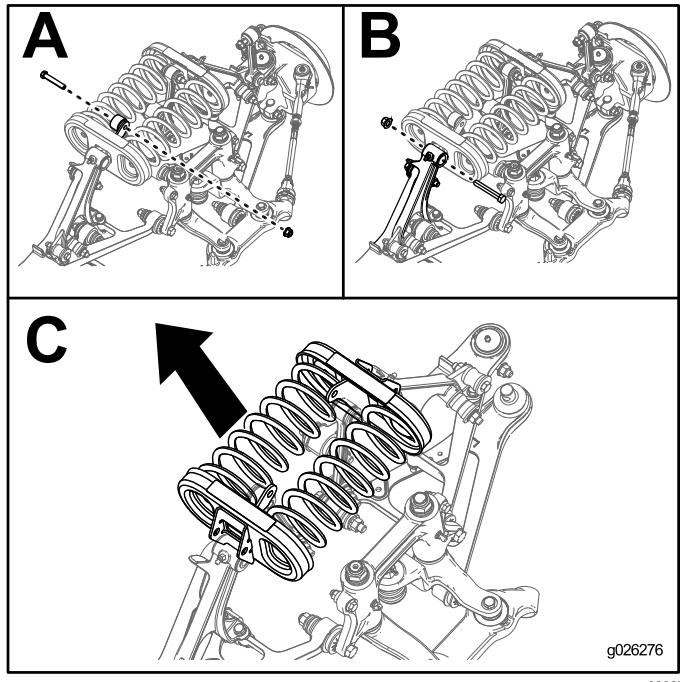

Figura 20
5. Retire os parafusos e porcas de cada extremidade do elo estabilizador (A de Figura 20).
6. Retire os parafusos e porcas do braço de controlo que prende cada cavidade de mola (B de Figura 20).
7. Retire as cavidades de mola e molas da máquina (C de Figura 20).